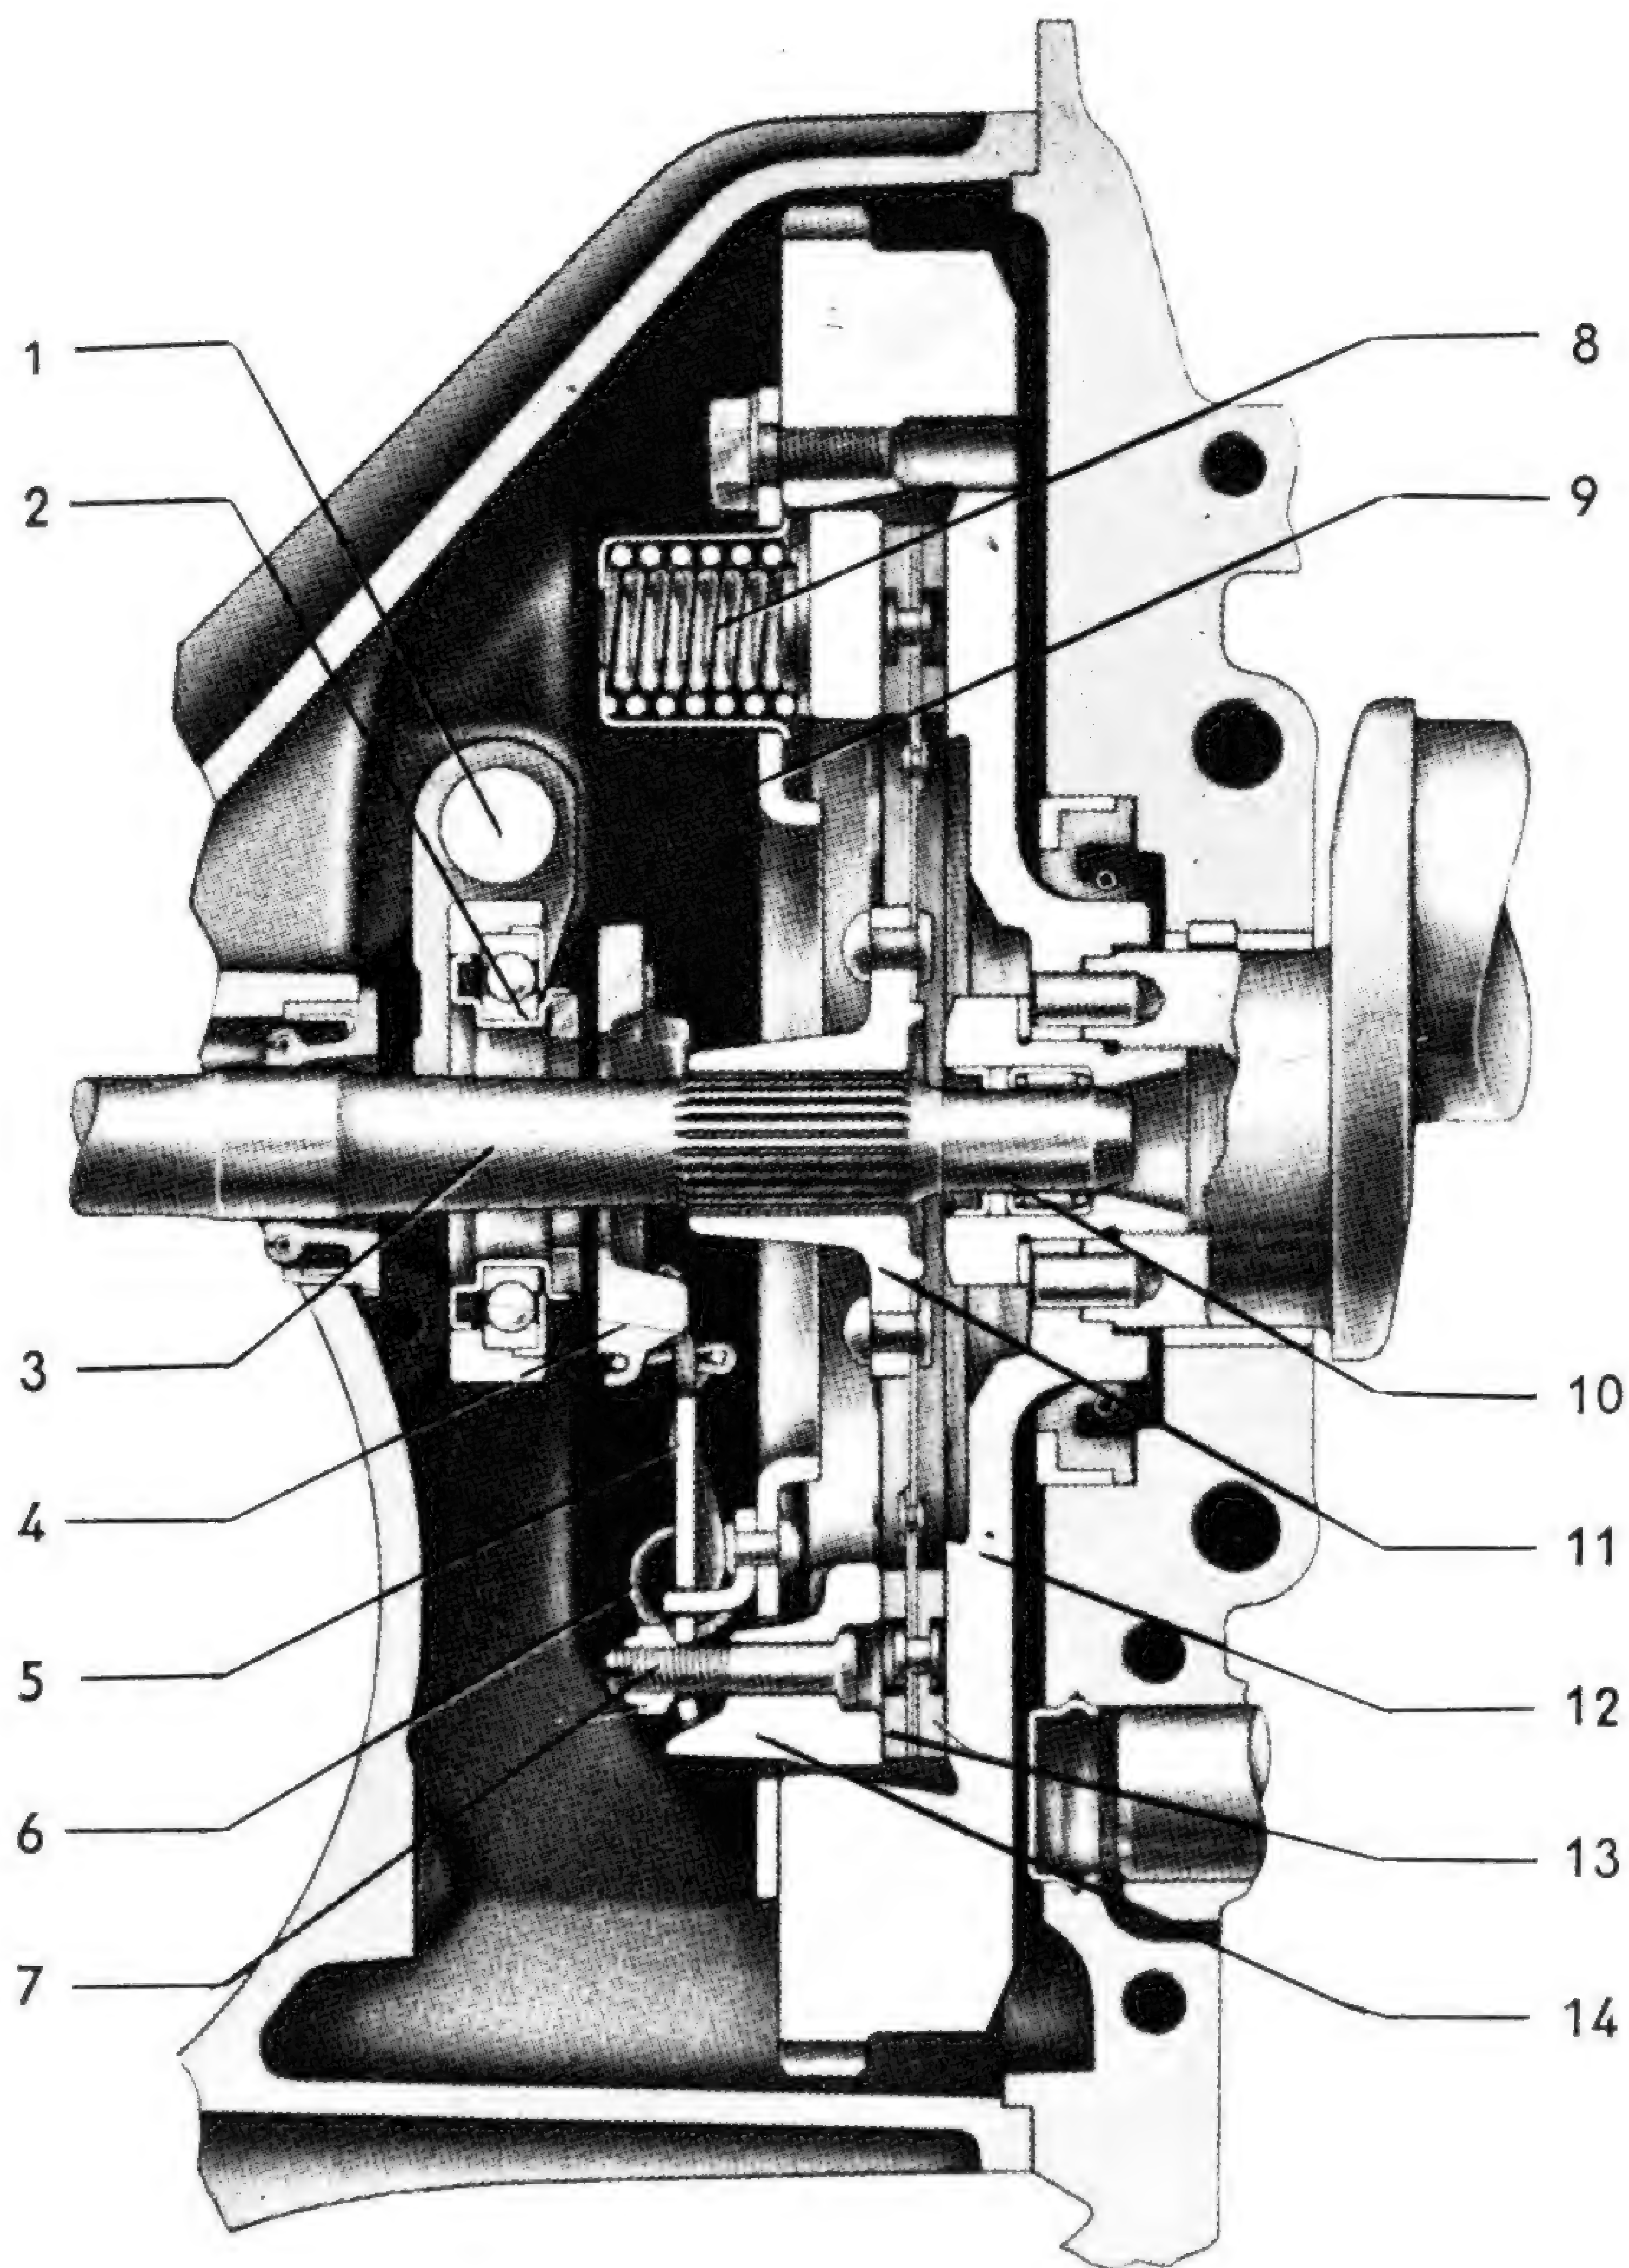

Fig. 1-I — Corte da embreagem
As principais partes da embreagem são as seguintes (referências a fig. 1-I): **disco de fricção ou disco de embreagem** (11), provido de um cubo no qual se aloja a árvore primária da caixa de mudanças por engate de estrias; **platô ou placa de pressão** (14), provida de fortes **molas de pressão** (8), que o comprimem contra o volante do motor (12), ficando o disco da embreagem entre essas duas peças; o **suporte do platô ou tampa** (9), no qual se alojam os **apoios ou capas das molas de pressão** e que fixa o conjunto da embreagem no volante do motor; **três alavancas de debreagem ou "gafanhotos"** (6), as quais, apoiadas no suporte do platô, controlam o deslocamento do platô para frente ou para trás; **espelho do platô ou "deslizador"**, (4), que reúne as três extremidades livres dos dos gafanhotos; o **colar de carvão ou de rolamento** (2), cuja função é forçar o espelho do platô à frente e assim fazer os gafanhotos girarem em seus eixos, para que forcem o platô a se afastar do volante do motor; o **garfo** (1), que atua sobre o colar, comandado pelo pedal da embreagem. As figuras 2-I e 3-I mostram essas peças destacadas.